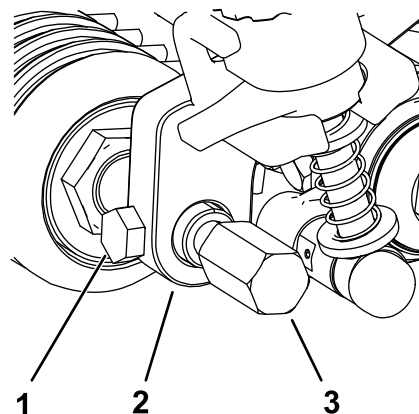

Figura 24
5. Inserte y centre el eje del rodillo delantero entre los soportes de altura de corte y sujételo con los 2 tornillos de montaje retirados de los soportes de altura de corte antiguos (Figura 24).
6. Fije los protectores del groomer a cada lado del eje del rodillo delantero (Figura 24).